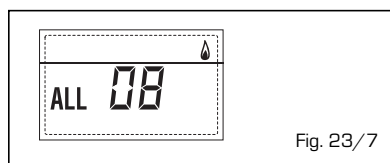

Fig. 23/7
**- ANOMALIA CIRCOLAZIONE ACQUA "ALL 09" (fig. 23/8)**